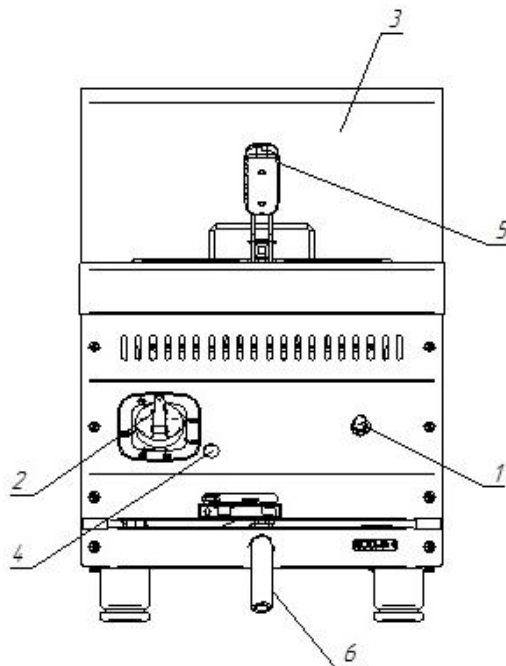

Рис. 1. Газовая фритюрница
4.1 Устройство газовой фритюрницы показано на рис. 1.
Для слива масла с ванны предусмотрен сливной патрубок б (см. рис. 1) находящийся спереди на лицевой панели.
Нажмите на ручку крана-термостата и поверните ее против часовой стрелки, установив символ искры зажигания напротив метки на панели управления (рис.2а). Нажав до упора, произведите поджог газа, выходящего из запальной горелки (пилота), для чего нажмите на кнопку пьезорозжига. Удерживайте ручку крана-термостата в течение не менее 15 секунд, после чего отпустите. После проведения вышеуказанных операций необходимо проконтролировать наличие горения газа, для чего необходимо посмотреть в смотровое окно 4 (рис.1), в котором можно наблюдать наличие пламени. Пламя должно быть устойчивым. Если пламя не горит, повторите операцию.